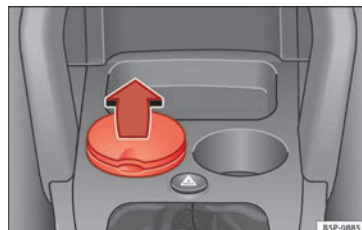

Fig. 95 Posacenere all'interno del portabicchieri anteriore.
- Per aprire il posacenere, sollevare il coperchio » **fig. 95**.